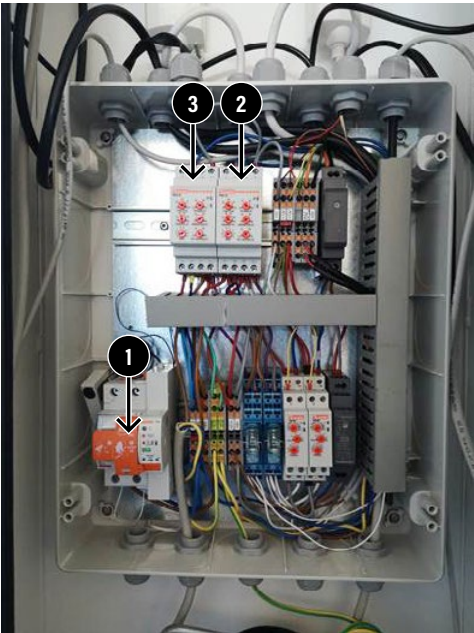

Fig. 7
Interruttore differenziale magnetotermico principale. (n.1 di Fig. 7). Questo interruttore differenziale magnetotermico protegge completamente il prodotto ed è dotato di dispositivo di riarmo automatico.
Wattmetro DX (n.2 di Fig. 7). Questo dispositivo effettua il monitoraggio degli assorbimenti elettrici sulle utenze poste sul lato destro del prodotto.
Wattmetro SX (n.3 di Fig. 7). Questo dispositivo ha le stesse funzionalità descritte al punto (2) ma applicate al lato sinistro.